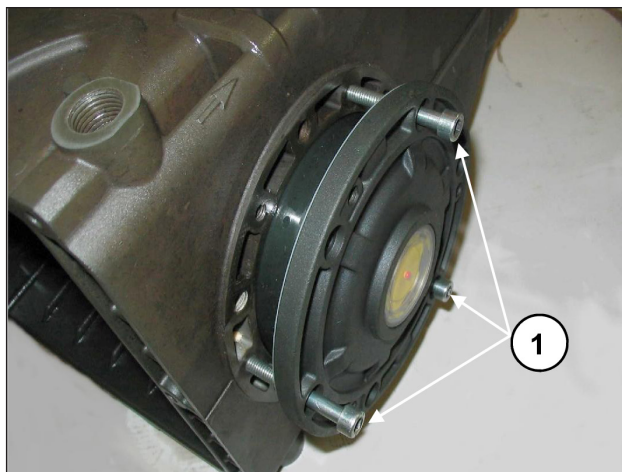

Fig. 8
Per facilitare l'imbocco del primo tratto ed il relativo inserimento dei coperchi sul carter, si consiglia l'utilizzo di N° 3 viti M6 x 40 parzialmente filettate, (Fig. 8, pos. ①) per poi completare l'operazione con le viti in dotazione (M6x16).
Per l'avvicinamento dei due coperchi laterali al carter si possono utilizzare N°3 viti M6x40 per una prima fase di orientamento, come già indicato in precedenza (Fig. 8), e le viti previste per il fissaggio finale.